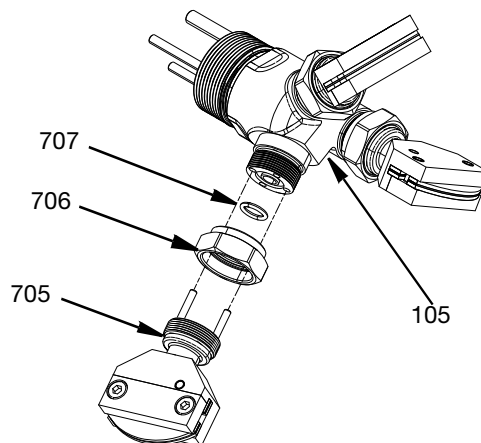

ABB. 4
1. O-Ring (707) in die 3-Kopf-Adapter-Baugruppe (105) einsetzen.
2. Das kleine Ende der Mutter (706) gegen die 3-Kopf-Adapterbaugruppe (105) setzen, aber das Gewinde nicht festziehen.
3. Die Stifte der Düsenbaugruppe (705) ausrichten und in die 3-Kopf-Adapterereinheit (105) einsetzen. Die Mutter (706) mit 20,34 N•m (15 ft-lb) festziehen. See ABB. 4.